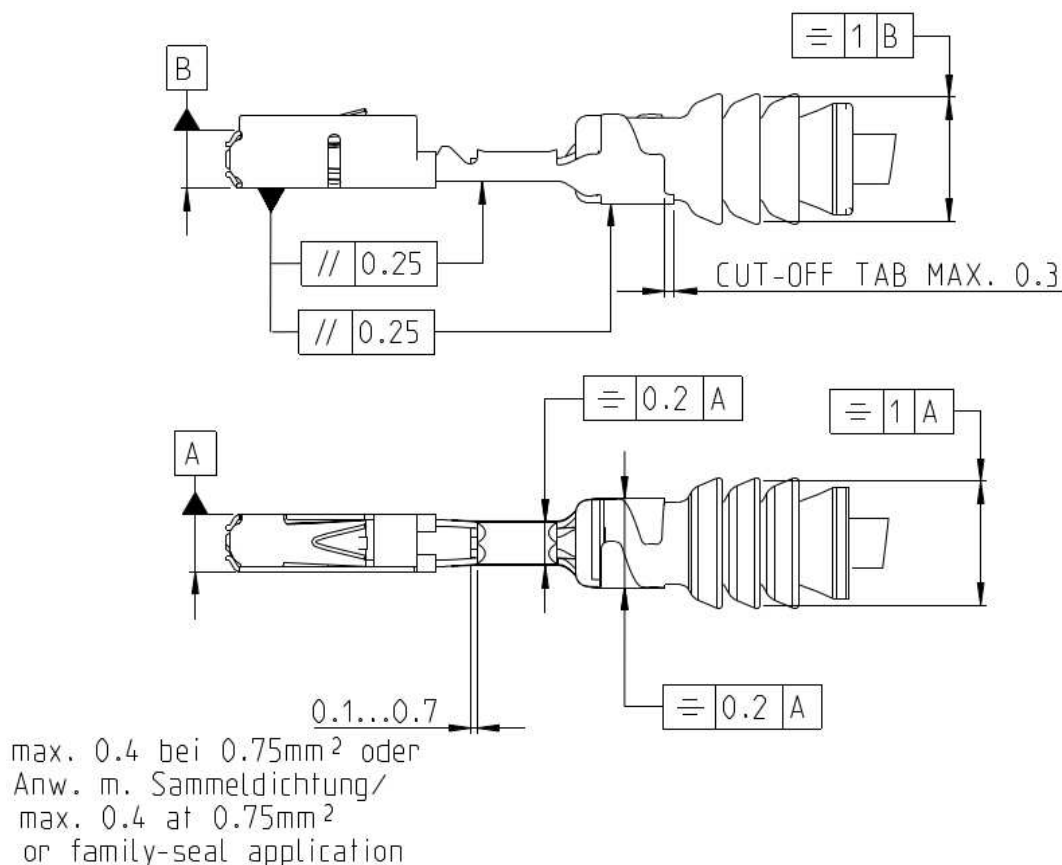

Figure 4 / Bild 4
5.6 Shape and Positional Tolerances of the Crimped Contact (see Fig. 4)
5.6 Form- und Lagetoleranzen des gecrimpten Kontaktes (siehe Bild 4)